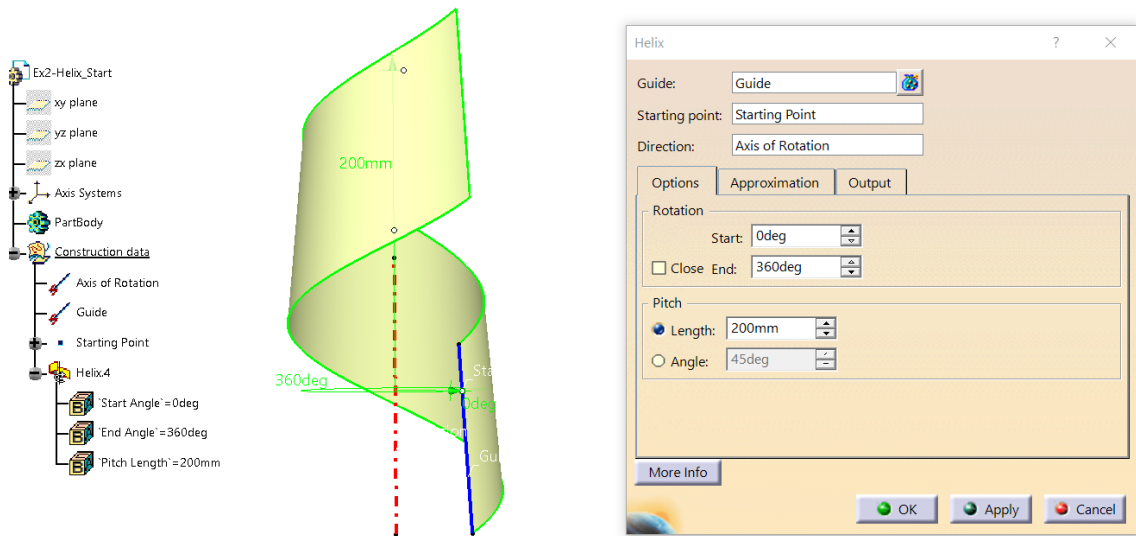

Figura 2.17 Solución modificando solo Length.
- **Length (Longitud):** altura que tiene la hélice barrida, medida en un ángulo de 360° como en la *Figura 2.17* (no confundir con la altura de la hélice creada, que depende de la longitud de la generatriz (guía) y del ángulo de paso).